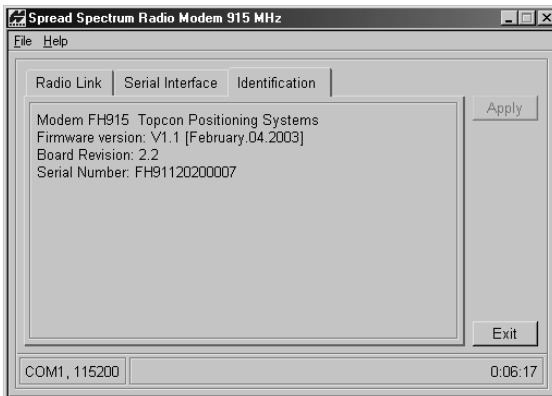

Figura 2-28. Pestaña de Identificación del Módem de TPS
6. Haga clic en la pestaña **Identificación** para ver información con respecto al tipo de módem, versión del firmware, revisión de tablero y número de serie (Figura 2-28).